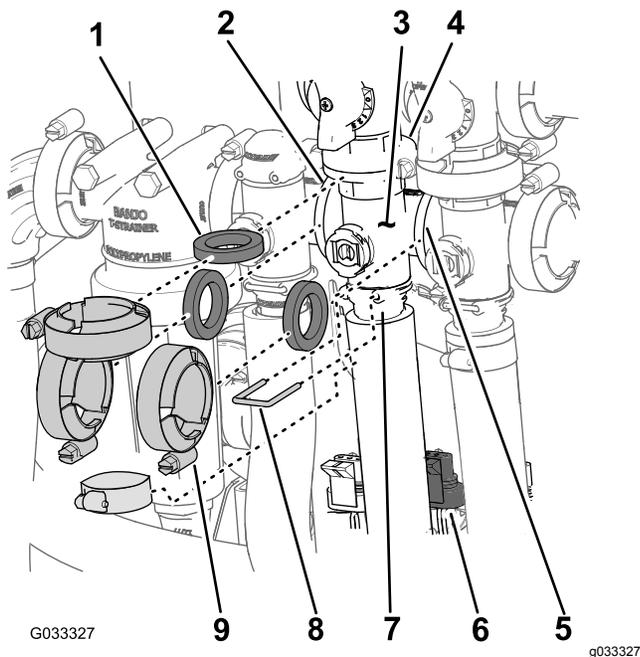

図 69
1. 攪拌バルブ用のマニホールド 図 69 を攪拌バイパスバルブ、散布量制御バルブ、マスターブームバルブおよびアダプタフィッティングに固定しているクランプとガスケットを外す。
2. 攪拌バルブ用のマニホールドに出口フィッティングを固定しているリテーナを外す 図 69。